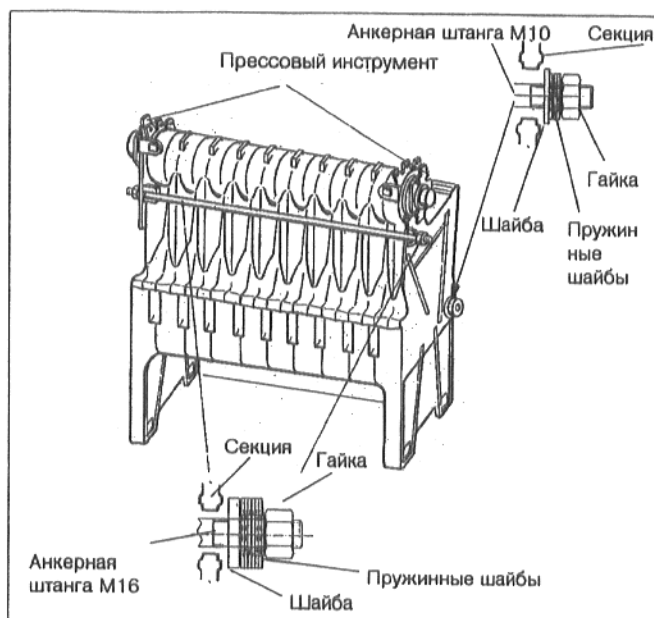

Рис. 6
- Если уплотнительные планки наталкиваются друг на друга, дальнейшее стягивание с усилием **категорически запрещается** (рис. 6 ).
- Вставить обе анкерные штанги на передней стороне сверху (М 16), на задней стороне снизу (М 10) (рис. 6).
- Ввинтить шпильки (4 штуки, М 12) в резьбовое отверстие у верхней ступицы спереди и сзади (рис. 6а).
- Ввинтить шпильки со стороны горелки в концевые секции справа и слева (по 3 штуки, М8; рис. 6а).
- Между отдельными секциями на верхней стороне рельса U-образного сечения нанести с одной стороны в отдельных точках распылительную замазку для герметизации топочной камеры (рис.6б). Распылительная замазка приложена к коллектору отходящего газа.
Рис. 6а
Рис. 6б
- Закрывать верхнюю ступицу сзади глухим фланцем и плоским уплотнением (рис. 6в, монтажный материал блока котла). Эксцентрично расположенный выступ (рис. 6а) предназначен для установки упора на концевой части трубы питания. Глухие фланцы смонтированы правильно, если выступ направлен к середине и расположен сверху.
- Частично вставить концевую часть трубы питания (сзади с упором) в верхнюю ступицу и привинтить к следующей удлинительной детали (М5, рис. 6в).
Рис.6в